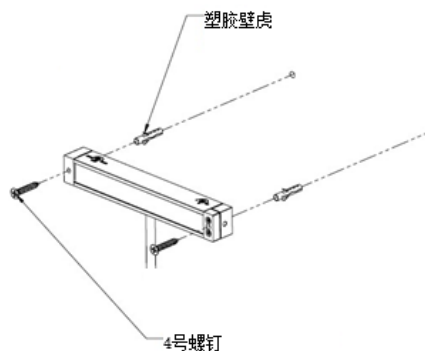

图 7
2. 在安装面提前钻好孔，用螺丝刀的背面轻轻敲入更换夹具，将塑胶壁虎放入孔中，将4号螺钉旋入塑胶壁虎中，固定安装支架<图7>。